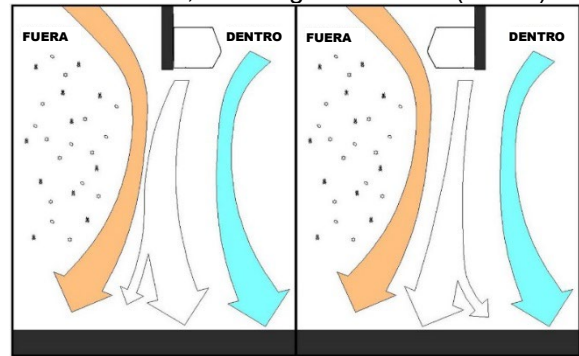

Fig. 4
- H. Independientemente de si el producto está montado en el interior o exterior de la abertura de la puerta, coloque las paletas direccionales de aire en la boquilla de descarga ligeramente hacia afuera a aproximadamente 10-15° hacia el exterior, o la carga del viento. (FIG. 4)